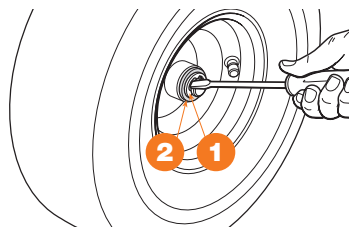

Рис. 27
- Колеса удерживаются при помощи упругого кольца **1**, которое можно снять при помощи отвертки (Рис. 27).